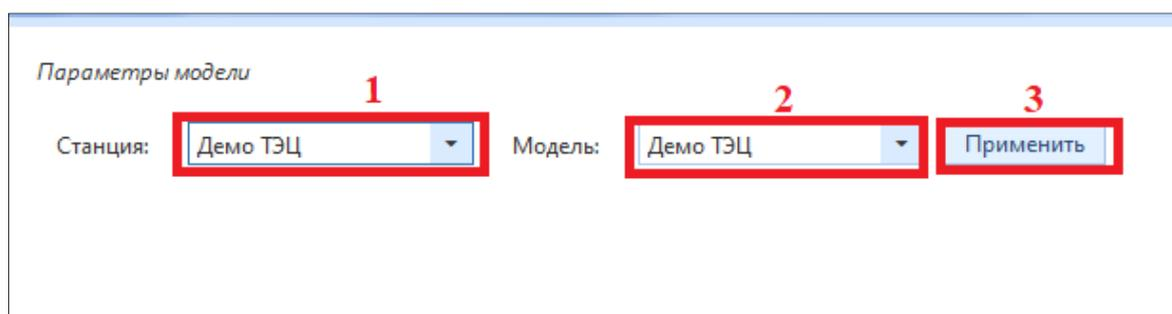

Рисунок 4.2.4 – Общий вид подраздела «Параметры модели»
Для работы с подразделом необходимо выбрать из выпадающего списка станцию и модель (блоки 1 и 2) (рис. 4.2.4). Затем нажать на кнопку (3) «Применить» (рис. 4.2.4).